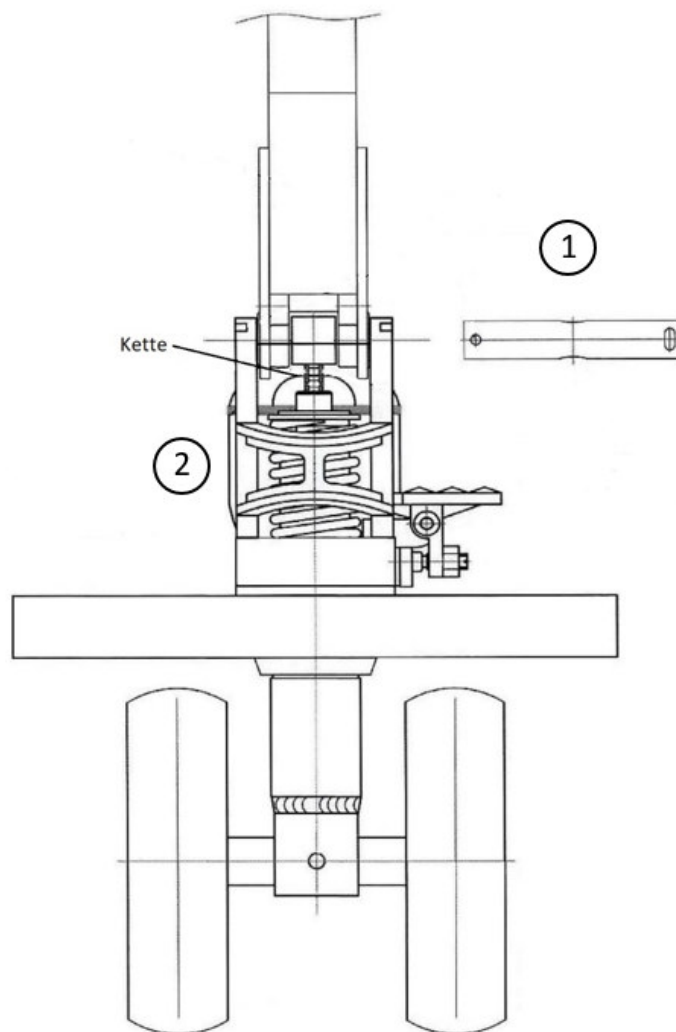

Abb.4-3: Montage der Deichsel
Schritt 1: Den Positionierungsstift einschlagen, nachdem der Bolzen eingesteckt wurde (Pos. 1, Abb. 4-3).
Schritt 3: Drücken Sie die Deichsel nach unten, nachdem die Welle und die Kette installiert wurden (Pos. 2, Abb. 4-3).